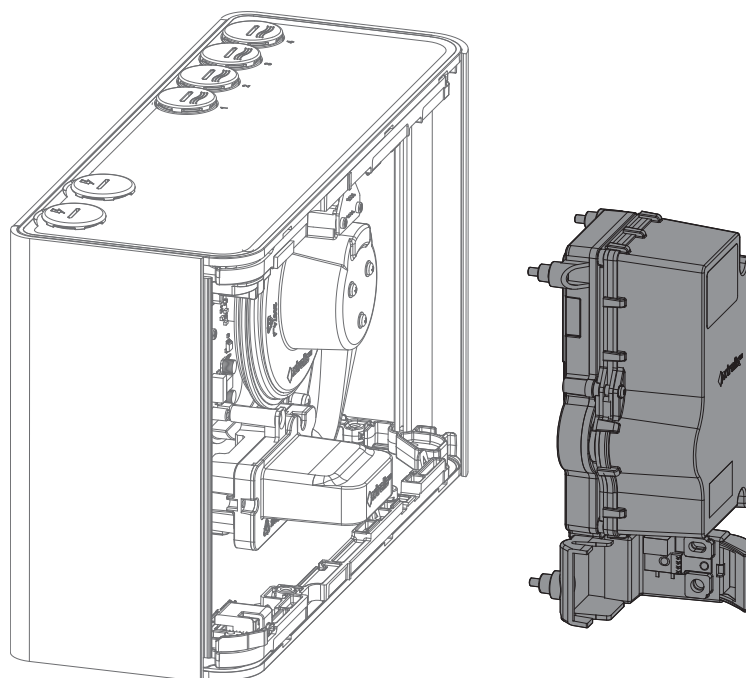

Рис. 7-15: Извлеките камеру из основания извещателя
5. Извлеките камеру из основания извещателя (Рис. 7-15).